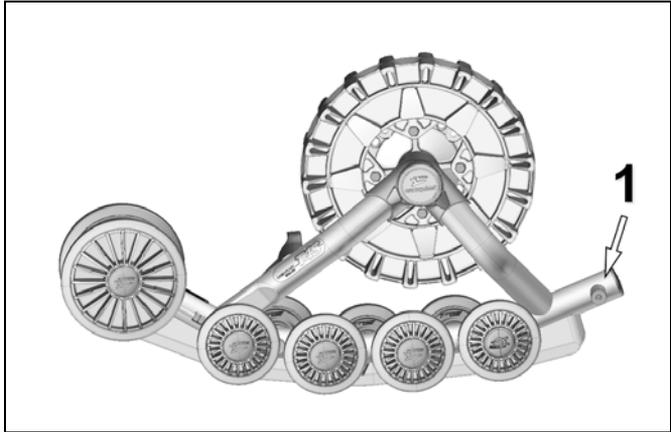

Figure 27
- Enlever les deux roues de 202 mm (1) du côté opposé au tensionneur de chenille. Voir la Figure 27.